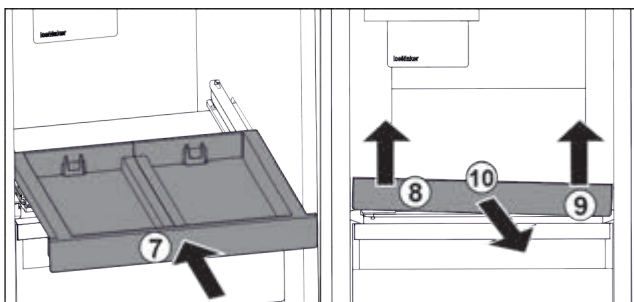

Fig. 86
- ▶ Вставити витяжну панель. Fig. 86 (7)
- ▶ Підняти витяжну панель спереду ліворуч. Fig. 86 (8)
- ▶ Підняти витяжну панель спереду праворуч. Fig. 86 (9)
- ▶ Витяжну панель витягнути вперед. Fig. 86 (10)